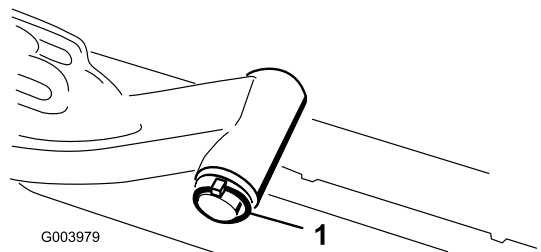

Figura 12
A. Retire el pasador de seguridad y la arandela que fijan el eje pivotante del brazo de elevación al brazo de elevación, y deslice el eje pivotante fuera del brazo de elevación (Figura 12).
C. Introduzca el eje del brazo de elevación en el brazo de elevación y fíjelo con la arandela y el pasador de seguridad (Figura 12).